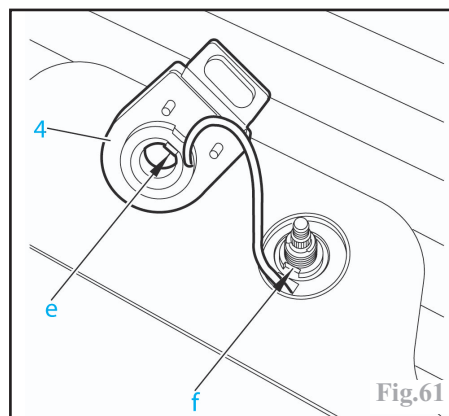

Fig.61
Lors de la repose du support contacteur (4) : faire coïncider le méplat "e" du support contacteur avec l'encoche "f" de l'axe d'essuie-vitre arrière (Fig.61).